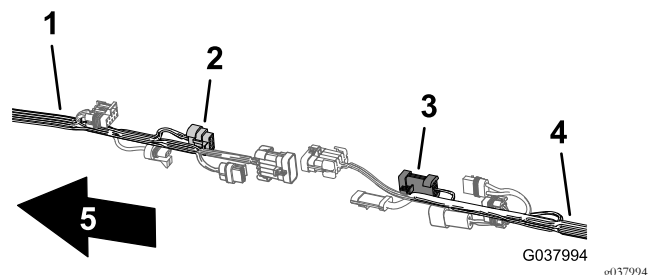

图 108
- 把用于打药车线束互连的前线束 8 针接头连接至用于喷洒率开关的后线束 8 插槽接头图 108。